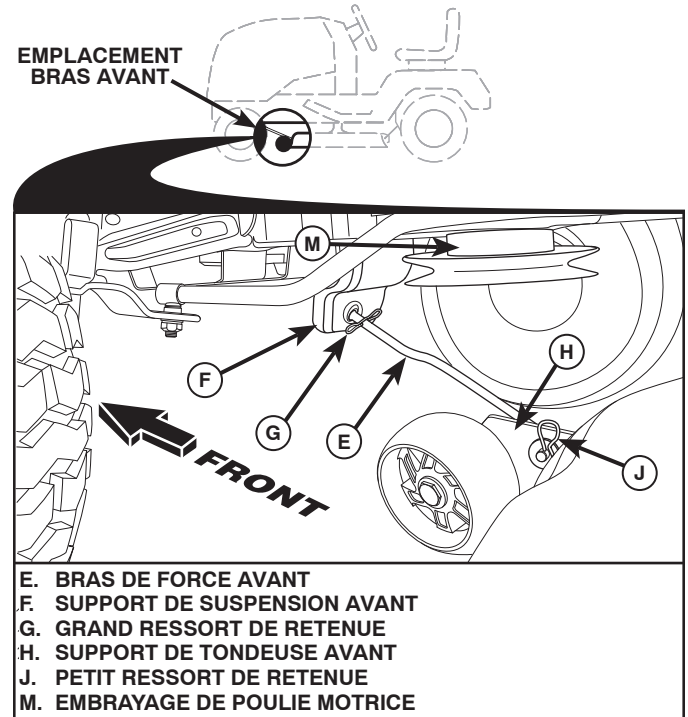

Fig. 33
8. ATTACHER LE BRAS AVANT (E) (Voir la Fig. 33)
- Depuis le devant du tracteur, insérer l'extrémité de la tige du bras avant (E) dans le trou dans le support de suspension avant du tracteur (F).
- Déplacer vers le côté gauche de la tondeuse et insérer un grand ressort de retenue (G) dans le trou devant le bras (E) derrière le support de suspension avant (F).
- Insérer une autre extrémité du bras (E) dans le trou dans le support avant de la tondeuse (H) et fixer avec une rondelle et un petit ressort de retenue (J).